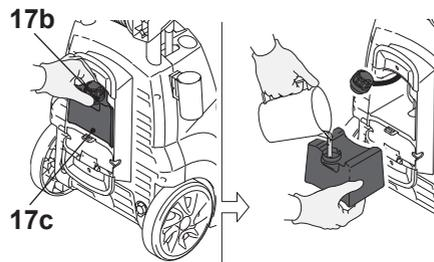

Fig. 18
- > Sortez le réservoir à détergent (17) situé derrière l'appareil, et ouvrez le récipient (17c) en dévissant le bouchon (17b) (Fig. 18).